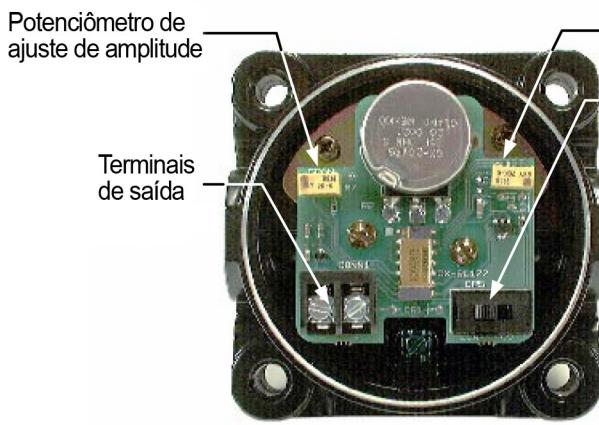

Figura 2. Vista traseira com a tampa removida
- Ajuste o potenciômetro de compensação de nulo (consulte a figura 2) para gerar 4 mA nessa posição. (Giro no sentido horário aumenta a saída.)
- Ajuste o potenciômetro de ajuste de amplitude (consulte a figura 2) até que a saída seja de 20 mA. (Giro no sentido horário aumenta a saída.)